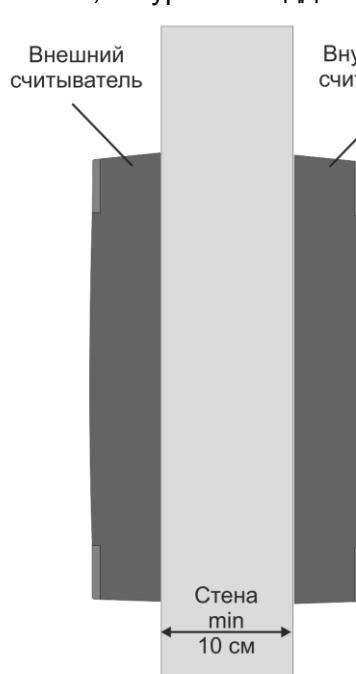

Рисунок 3. Крепление считывателей
- При установке считывателей на одном горизонтальном и вертикальном уровне (рис. 3) толщина стены должна быть не менее 10 сантиметров.